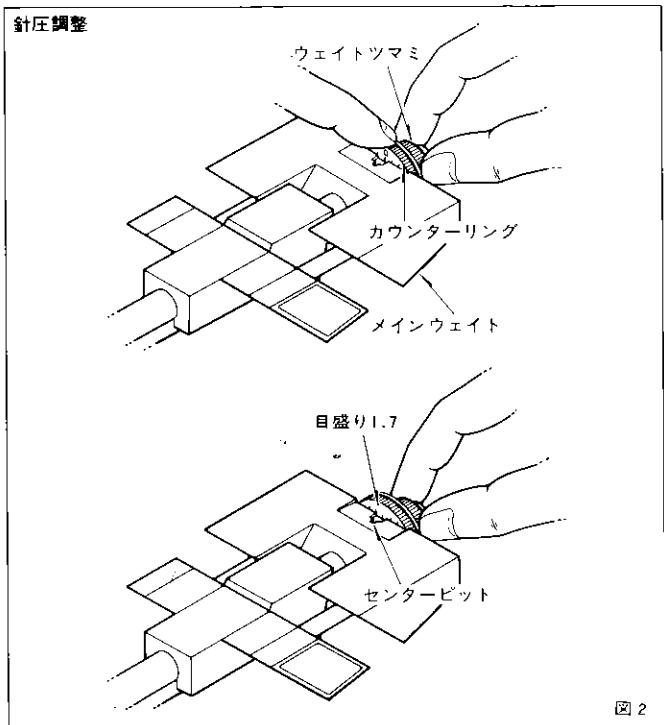

図2
② 針圧調整
2. ウェイトツマミを図2のように回しますとカウンターリングも一緒に回りますので、カウンターリングの数字1.7の位置にメインウェイトのセンターピットに合わせます。以上の操作でトーンアームの調整はできたわけですが、カートリッジを交換したり、誤ってウェイトツマミを動かした場合はバランスの調整からやり直して正しい針圧をとり直してください。